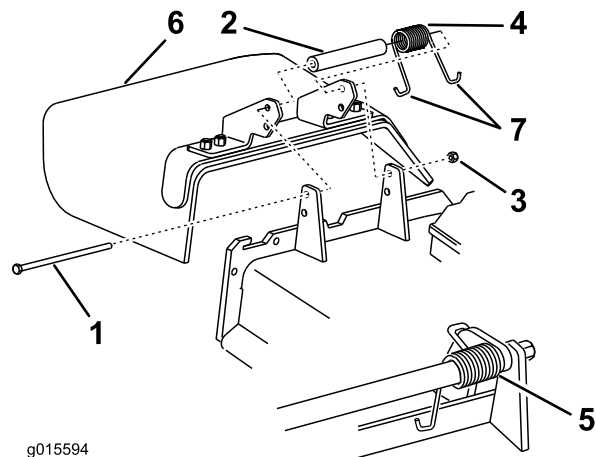

Figura 124
1. Retire la contratuerca, el perno, el muelle y el espaciador que sujetan el deflector a los soportes de pivote (Figura 124).
2. Retire el deflector de hierba dañado o desgastado (Figura 124).
Nota: Asegúrese de colocar un extremo en J del muelle detrás del reborde de la carcasa antes de instalar el perno, como se muestra en la Figura 124.
6. Coloque un extremo en J del muelle alrededor del deflector de hierba (Figura 124).